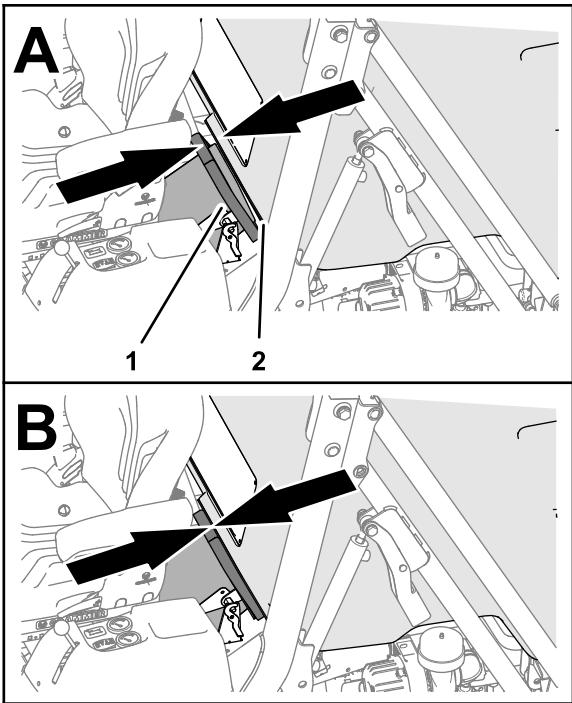

Figura 137
2. Deslize a tremonha para a frente e para trás até a entrada da tremonha ficar alinhada com o vedante da calha (Figura 137).